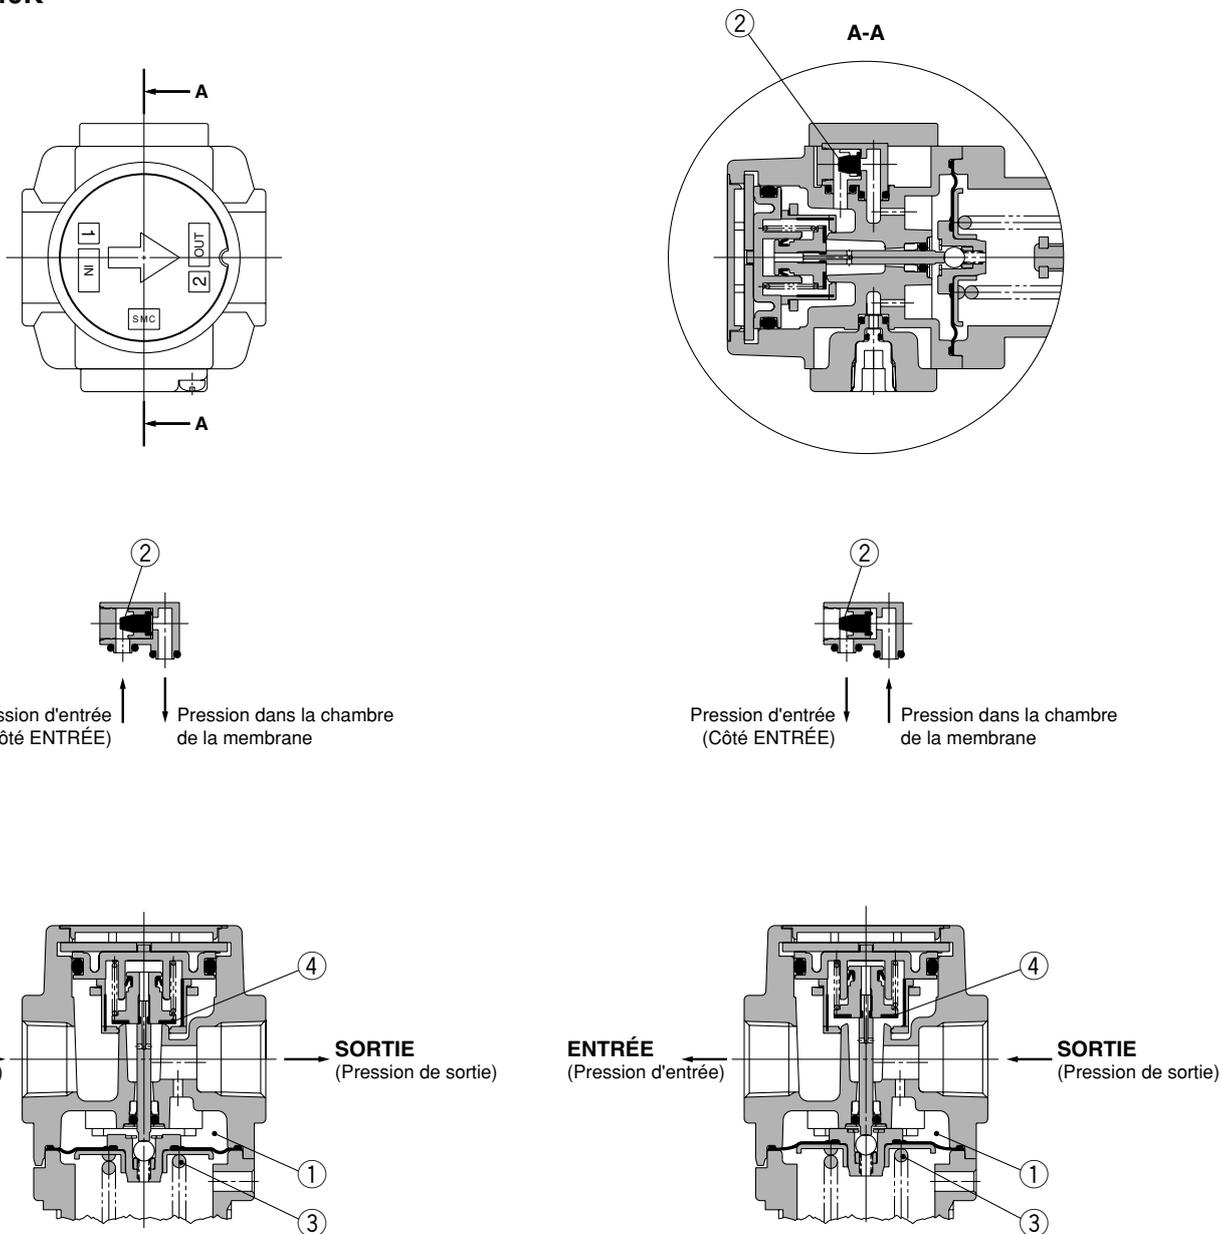

Figure 1 Fonctionnement normal
Lorsque la pression d'entrée est supérieure à la pression de réglage, le clapet antiretour ② se ferme et fonctionne comme un régulateur normal (Figure 1).